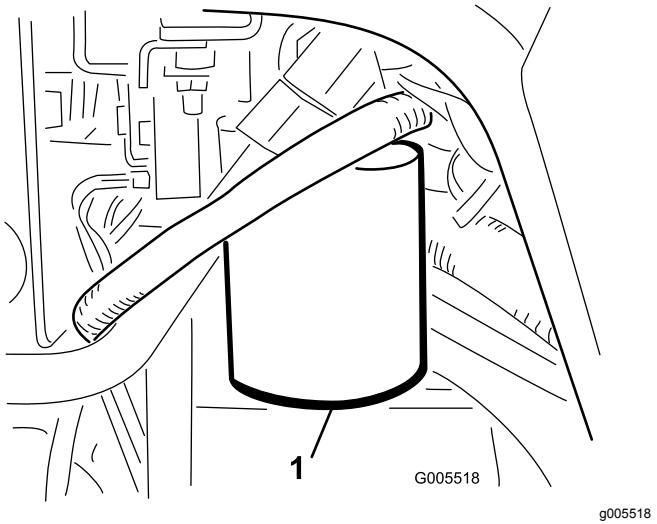

Figura 56
- Pulite la superficie circostante il filtro (Figura 56). Collocate una bacinella di spurgo sotto il filtro e togliete il filtro.